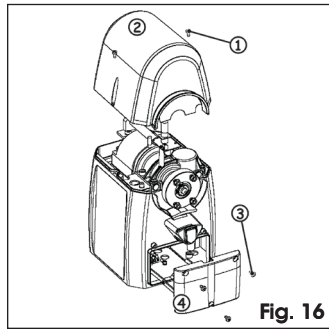

Fig. 16
1. Dévisser les deux vis de fixation du carter supérieur, Fig. 16 réf. ①, et démonter le carter, Fig. 16 réf. ②.
2. Dévisser les trois vis, Fig. 16 réf. ③, de fermeture du couvercle de la platine, Fig. 16 réf. ④.